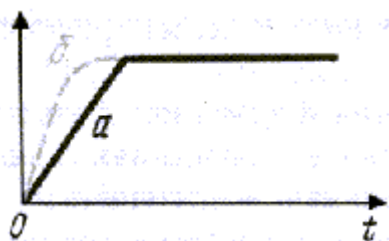

Рис. 6.5
10. Нарисуйте кривую тока в конденсаторе, если напряжение имеет форму, показанную на рис.6.5 и 6.6.
17. Нарисуйте кривую напряжения на индуктивности, если ток имеет форму, показанную на рис.6.5.